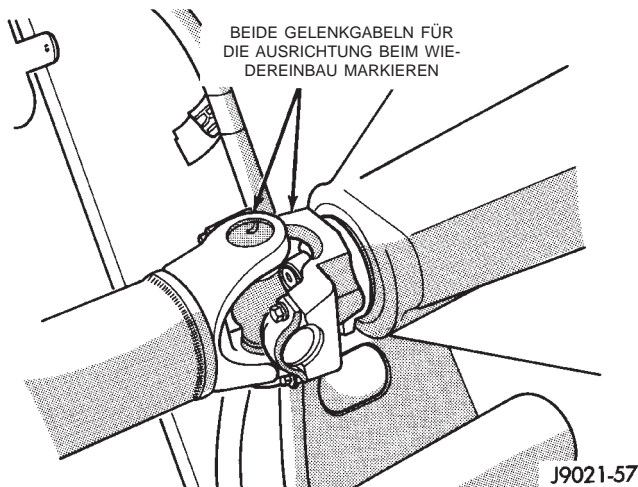

Abb. 7 Gelenkgabeln an Antriebswelle und Achse markieren
7. Die Ausrichtung der vorderen und hinteren Antriebswelle für den Wiedereinbau markieren (Abb. 7).